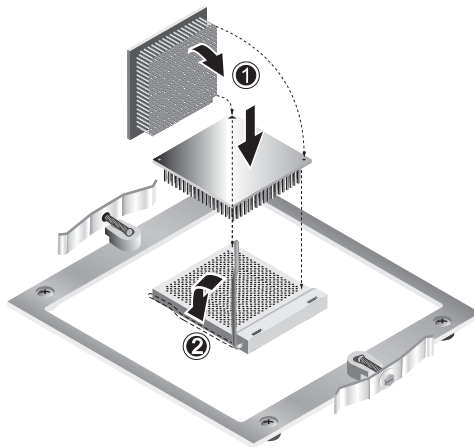

BILD 4-11 Installera processorn
- 3. Passa in processorn mot sockeln så att stift 1 på processorn (vid det avfasade hörnet) sitter mot hål 1 på sockeln (vid hörnet med en pil). Se BILD 4-11.**
5. När processorn är på plats i sockeln trycker du ned sockelns spärrarm för att låsa fast processorn (se (2) i BILD 4-11).